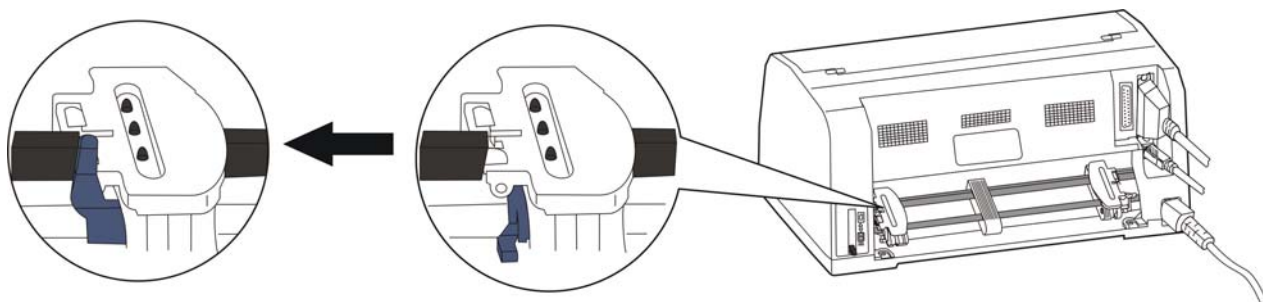

图 3-8 松开左边控制锁
3. 松开拖纸器左右链轮的链轮锁定杆（如图 3-8 所示）。